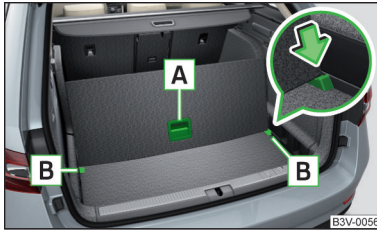

Abb. 160
- › Zum **Unterteilen** den variablen Ladeboden am Griff **A** anheben und den hinteren Rand des variablen Ladebodens in die Nuten **B** in Pfeilrichtung einschieben » Abb. 160.